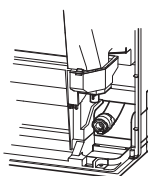

Fig. 4
- Lors de l'acheminement de la tuyauterie de vidange, veillez à acheminer le tuyau de vidange (1) comme indiqué. (Fig. 4)
- 4) Travaux d'évasement (Fig. 4, 5). Tenez fermement le tuyau de cuivre dans la dimension indiquée dans le tableau. Sélectionnez A mm dans le tableau suivant l'outil que vous utilisez.